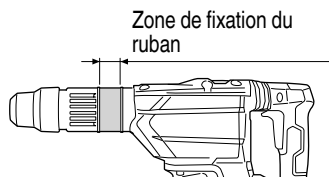

Fig. 11
- (2) Placer le ruban sur la zone de fixation du ruban et poser les deux orifices de la bande sur la portion en T du boulon de la poignée. (Fig. 11, 12)